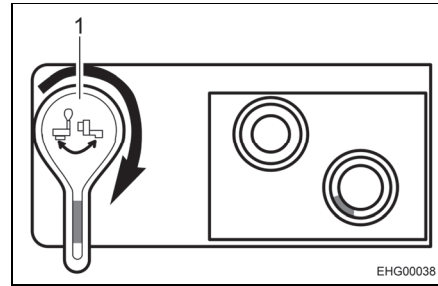

Fig. 64 Llave de desagüe, abierta
- Abrir la llave de desagüe. Para ello, girar la palanca de la llave de desagüe 90° en sentido de las agujas del reloj (véase Fig. 64,1).